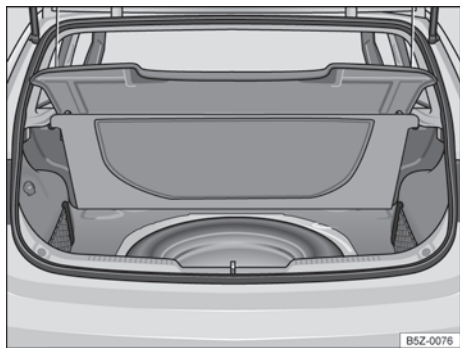

Fig. 155 En el maletero, debajo de la moqueta: rueda de emergencia y herramientas de a bordo.
Las herramientas de a bordo y la rueda de emergencia están ubicadas en el maletero, debajo de la moqueta → fig. 155.
- Levante el revestimiento del maletero → fig. 155.